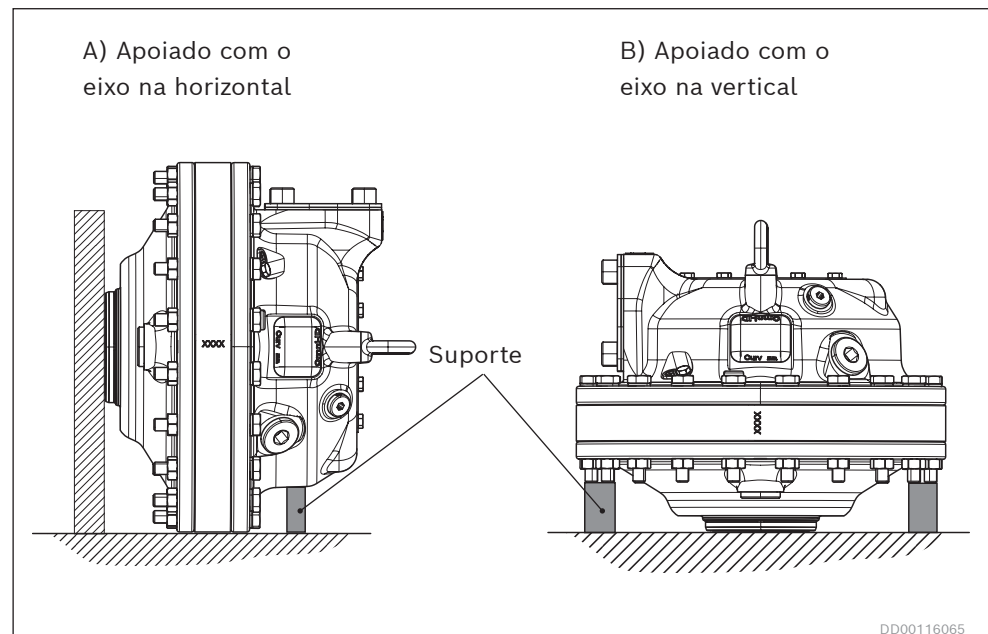

Fig. 8: Exemplo, Häggblunds Atom 10 apoiado em uma superfície plana
- ▶ Também é aconselhável providenciar apoios na superfície de montagem do motor; consulte Fig. 8.
Quando o motor é colocado em uma superfície plana, no chão, por exemplo, deve ficar apoiado sobre o seu diâmetro exterior ou sobre a face devidamente protegida do eixo oco. Também é recomendável fornecer os apoios mostrados na Fig. 8.
- 1 Coloque o motor conforme mostrado na Fig. 8, alt. A) Apoiado com o eixo na horizontal.
- 5 Posicione o motor conforme mostrado na Fig. 8, alt. A) Apoiado com o eixo na horizontal, ou B) Apoiado com o eixo na vertical.